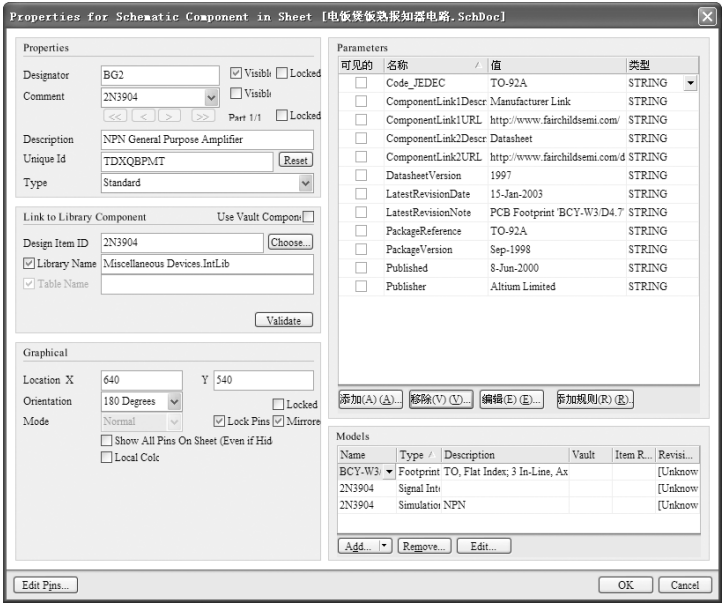

图 4-41 设置元件属性
13) 双击晶体管元件，弹出“Properties for Schematic Component in Sheet”（元件属性）对话框，修改元件属性。将“Designator”（指示符）设为“BG2”，将“Comment”（注释）设为不可见，如图 4-41 所示。